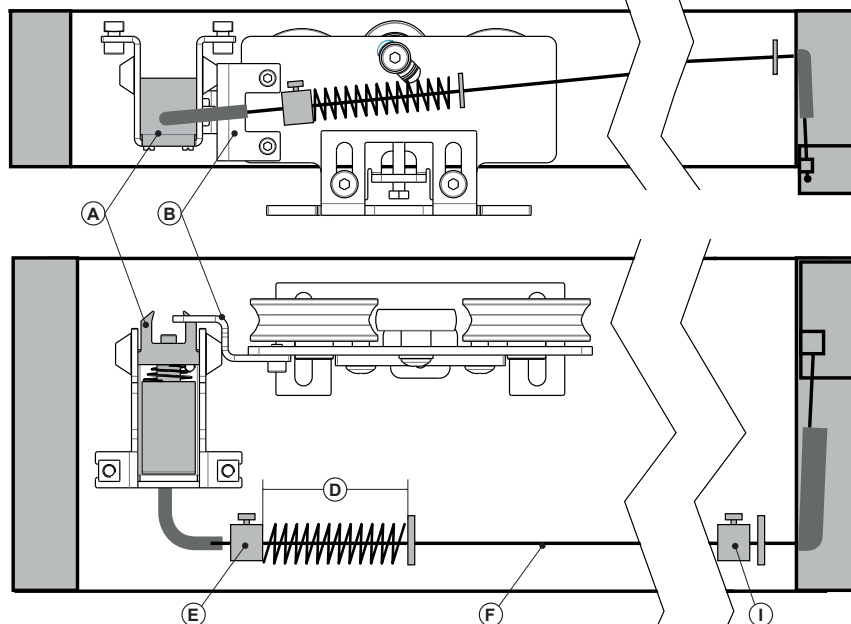

fig. 27
1) Colocar a folha na posição de fecho e verifique se a lingueta de engate **B** está em contacto com o batente em borracha do dispositivo de desbloqueio eléctrico **A** (Fig. 27).